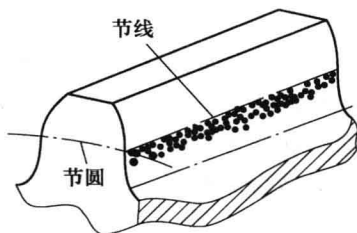

图 6.1 齿面点蚀
[答] (1) 软齿面闭式齿轮传动的最主要失效形式是齿面点蚀。齿面点蚀一般首先出现在齿轮节线附近靠近齿根处, 如图 6.1 所示。为防止发生齿面点蚀, 除进行齿面接触疲劳强度计算, 确定足够大的分度圆直径或中心距外, 还可通过提高齿面硬度, 降低齿面的表面粗糙度值, 以及合理地选择润滑油粘度等措施来提高齿面的抗点蚀能力。